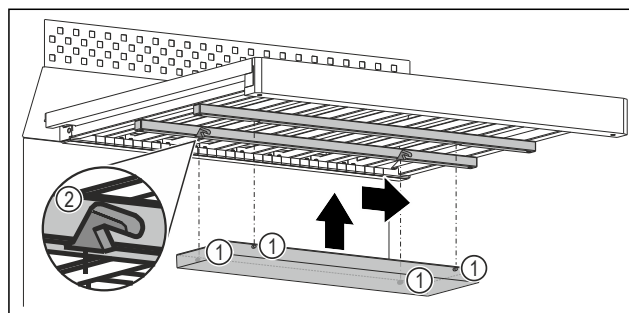

Fig. 97 Immagine a titolo di esempio
- Inserire ogni perno Fig. 97 (1) nell'incavo Fig. 97 (2) corrispondente delle barre sotto la griglia di legno.